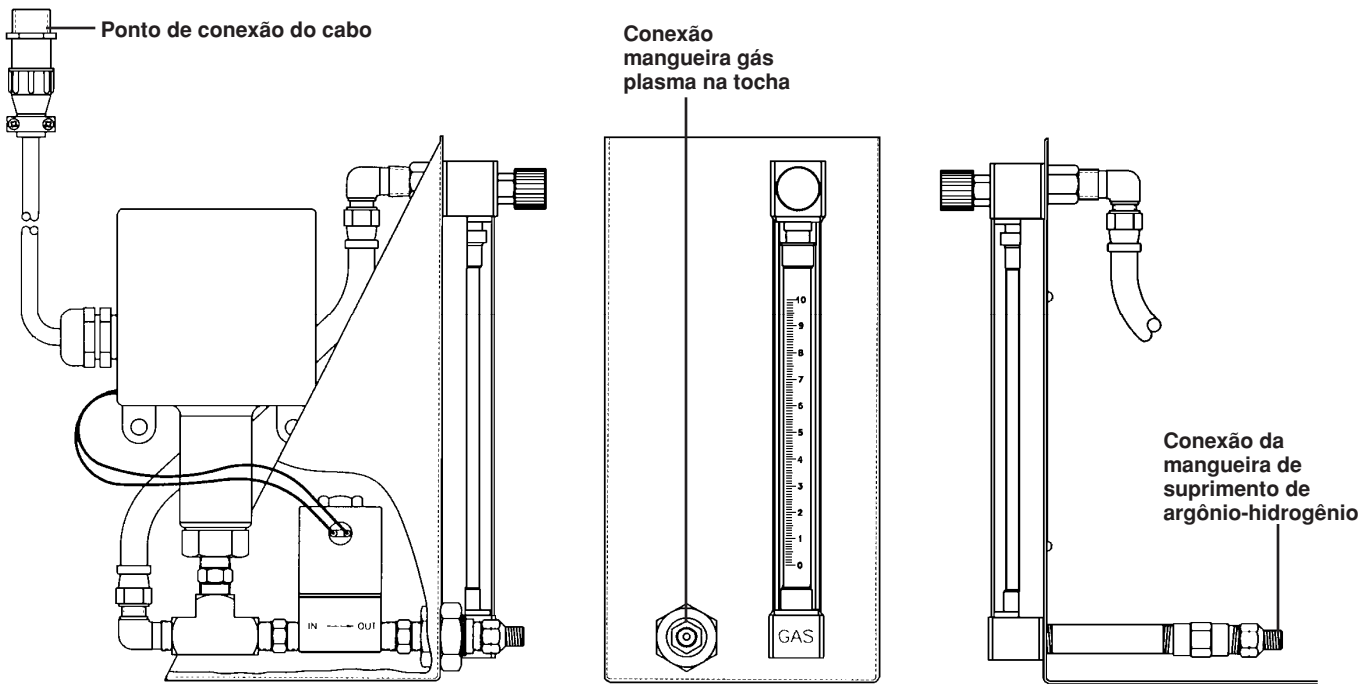

Figura a-2 Pontos de conexão do painel argônio-hidrogênio
1. Conecte o terminal do cabo Argônio-Hidrogênio no Ponto de Conexão do Cabo no painel do Argônio-Hidrogênio (fig.a-2)
- Conecte uma extremidade da mangueira de suprimento ao regulador de argônio-hidrogênio, e conecte a outra extremidade à Conexão da mangueira de Argônio-Hidrogênio no painel. (fig. a-2).